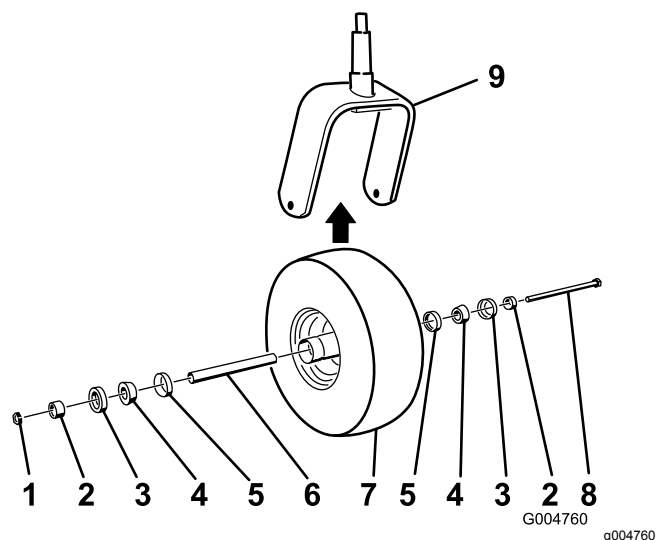

Figure 74
2. Enlevez le contre-écrou du boulon qui fixe la roue pivotante à la fourche (Figure 74).
5. Montez la roue pivotante en poussant les roulements à rouleaux coniques et les joints, garnis de graisse, dans le moyeu, en les positionnant comme indiqué à la Figure 74.